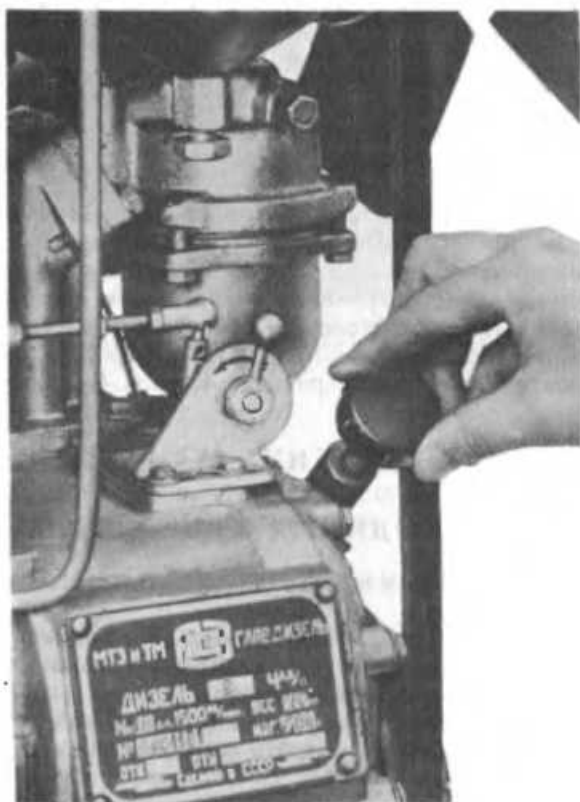
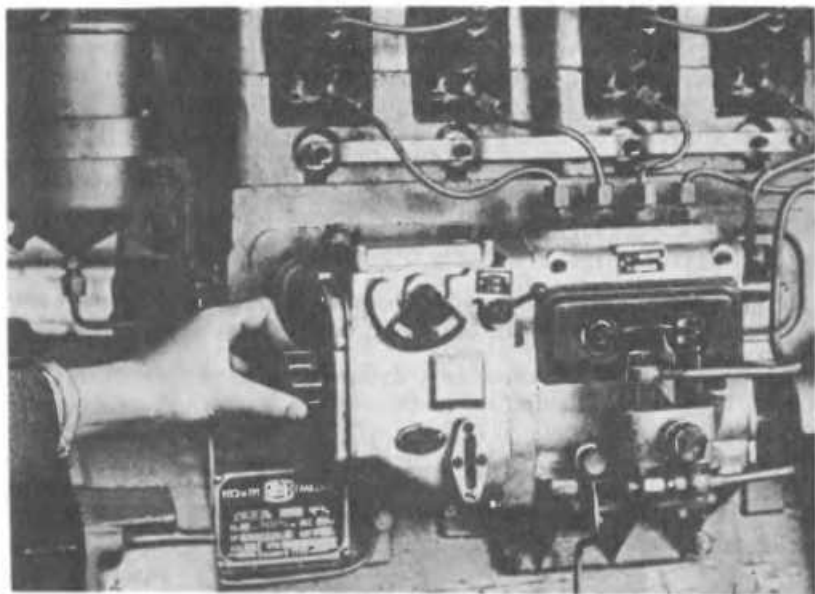

Рис. 111. Ручная регулировка частоты вращения на одно- и двухцилиндровых дизелях
Рис. 112. Ручная регулировка частоты вращения на четырехцилиндровом дизеле
4. Частота вращения по тахометру должна быть 1500 об/мин (25 с^{-1}), для дизеля 1Р2-10Ф — 1800 об/мин (30 с^{-1}) или 2200 об/мин ($36,6\text{ с}^{-1}$). Регулирование частоты вращения производите штурвалом валика (рис. 111) — дизели 1ч 8,5/11 и 2ч 8,5/11 или рукояткой управления (рис. 112) на дизелях 4ч 8,5/11. При повороте штурвала или рукоятки управления по часовой стрелке частота вращения увеличивается, против часовой стрелки — уменьшается (кроме дизелей, у которых натяжное устройство регулятора скорости законтрено).